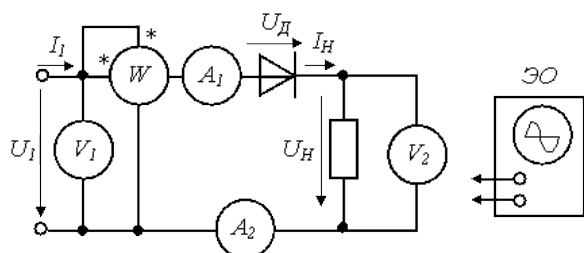

Рис. 16.1. Схема однофазного однополупериодного выпрямления
1. Собрать схему (рис. 16.1). Для измерения напряжения U , тока I и активной мощности P источника использовать приборы электромагнитной системы, а напряжения U_{Hcp} и тока I_{Hcp} нагрузки - приборы магнитоэлектрической системы, реагирующие на средние значения величин. В качестве нагрузки использовать реостат с сопротивлением 100 Ом, а в качестве диода - один из вентилях трехфазной мостовой схемы.